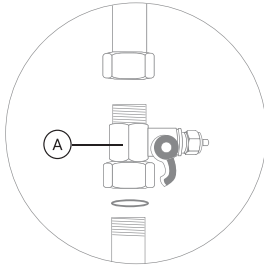

Рис. 2
1. Установите тройник-адаптер (А) на магистраль холодной воды, уплотнив соединения (рис. 2).